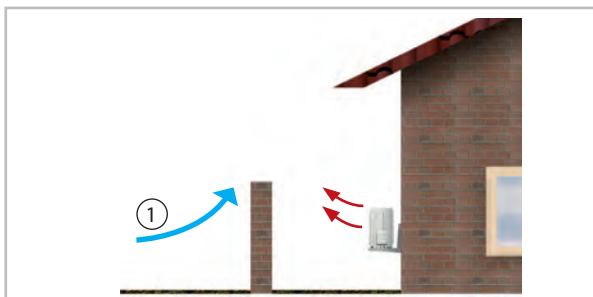
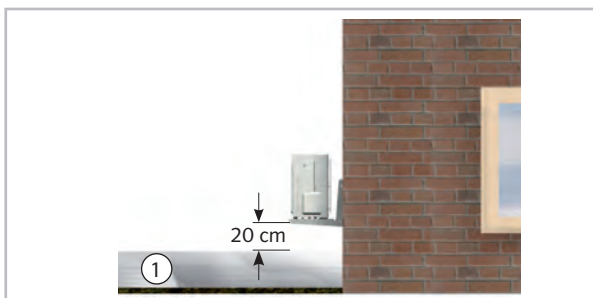

Fig. 43: Protection contre le vent
Fig. 44: Protection contre la neige
- Si vous placez le module externe à un emplacement très venté, vous devez le protéger du vent et des moyens de stabilisation supplémentaires sont recommandés. Cela peut être réalisé par exemple avec des câbles métalliques ou d'autres constructions (Voir la Fig. 43). Vérifiez les limites d'enneigement (Voir la Fig. 44).
- Veillez, lors de l'installation, à la hauteur d'enneigement attendue et prévoyez un espace d'env. 20 cm permettant, toute l'année, l'aspiration et la soufflerie de l'air extérieur (Voir la Fig. 44).